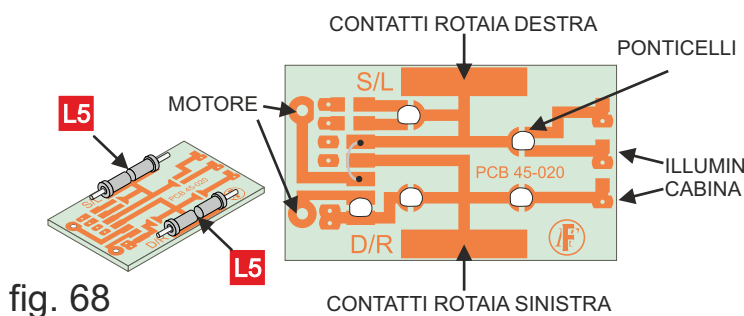

fig. 68
**35) Collegamento tradizionale in corrente continua 0-12V (fig 68):** Effettuare due fori con punta da 0.8 o 1 mm nelle piazzole indicate dalle frecce (Motore). Saldare poi i quattro pin [L5] per i contatti della captazione. Nei punti indicati effettuare dei ponticelli di stagno. Collegare i fili di captazione.